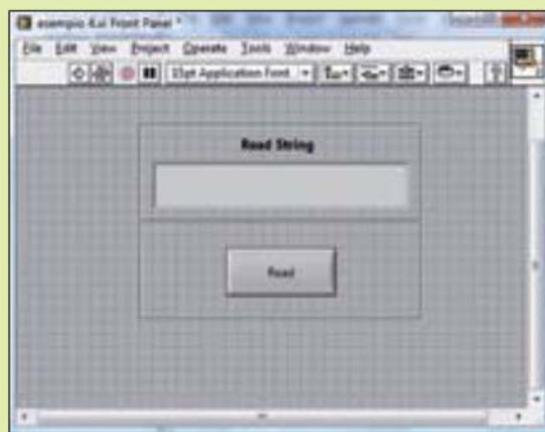

Fig. 14 - Pannello frontale del programma esempio 5
- modifichiamo i commenti sul pannello frontale come riportato nella Fig. 14.